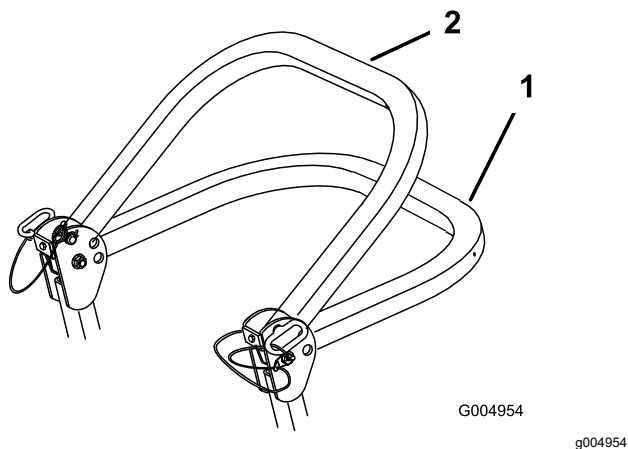

Figure 8
2. Faites pivoter l'arceau de sécurité à la position abaissée (Figure 8).
**Remarque:** Il y a 2 positions abaissées; voir Figure 8.